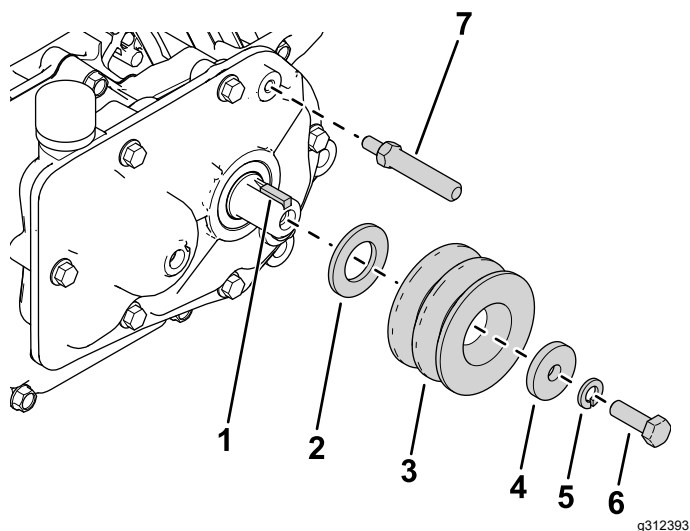

図 2
2. 出力シャフトに四角キーを取り付ける図 2。
- 図 2 のように、新しいワッシャ (M20)、駆動プーリ、ワッシャ (5/16")、ロックワッシャ、ボルト (5/16 x 1") を取り付ける。
- ギアボックスに走行ピボットシャフトを取り付ける図 2。